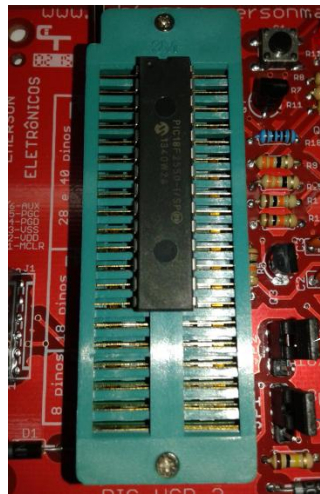

**Figura 3**
- A figura 3 mostra um microcontrolador de 40 pinos inserido, devendo então o jumper JP2 ser posicionado para 40/28, o jumper JP1 fica sem efeito para essa configuração.